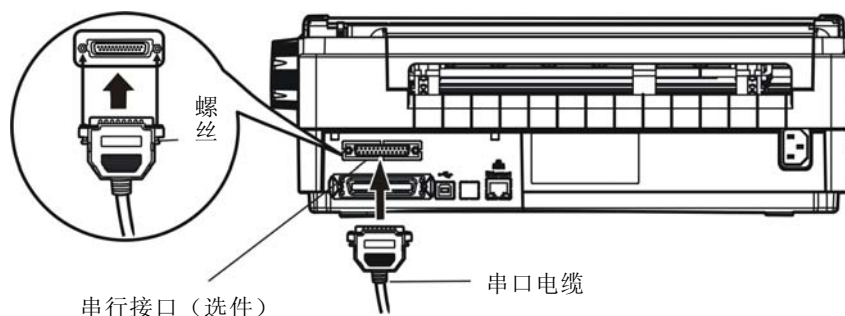

图 1-15 连接串口电缆
1. 关闭计算机和打印机电源，将串口电缆的插头连接到打印机的串行接口，拧紧插头两侧的螺丝，使插头固定（如图 1-15 所示）。